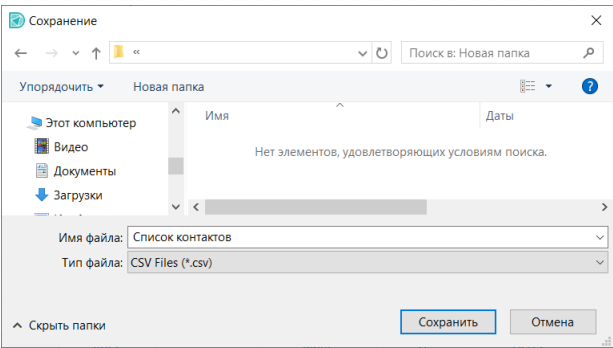

Рис. 271 Выбор места сохранения файла контактов
2. Укажите в окне проводника место сохранения, имя файла и нажмите «Сохранить», см. Рис. 271.